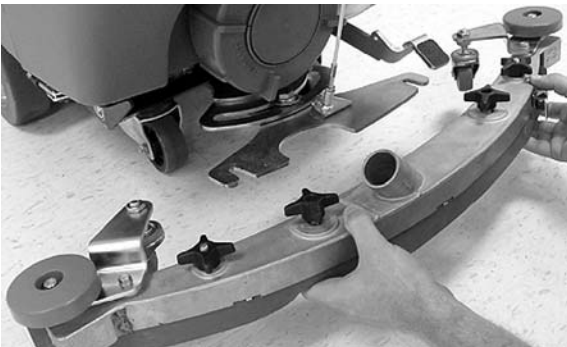

FIG. 5
3. Montez le bloc de racloir sur le support de pivotement du racloir, comme illustré (Figure 5). Assurez-vous que les boutons sont complètement ajustés dans les fentes avant de les serrer.